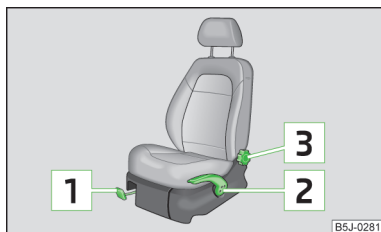

Fig. 37
- Trageți în sus de maneta » fig. 37 și deplasați scaunul în poziția dorită.
- Dacă doriți să ridicați scaunul, ridicați maneta » fig. 37 în sus, respectiv pompați.
- Eliberați spătarul (nu vă sprijiniți) și rotiți rozeta » fig. 37 pentru a regla înclinația spătarului.